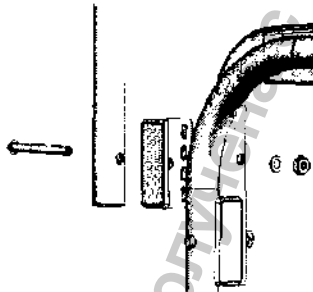

Рис.5
4.1.3. Установить и закрепить стойку полки - Узел 3 (рис.5).
- 4.2.4. Установить и закрепить стойку полки - Узел 3 (рис.5).